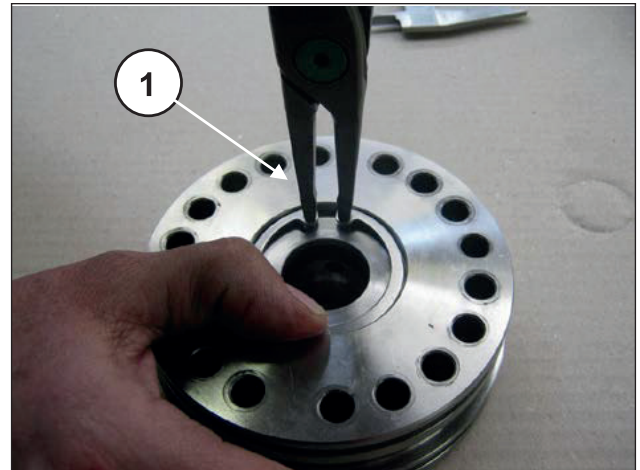
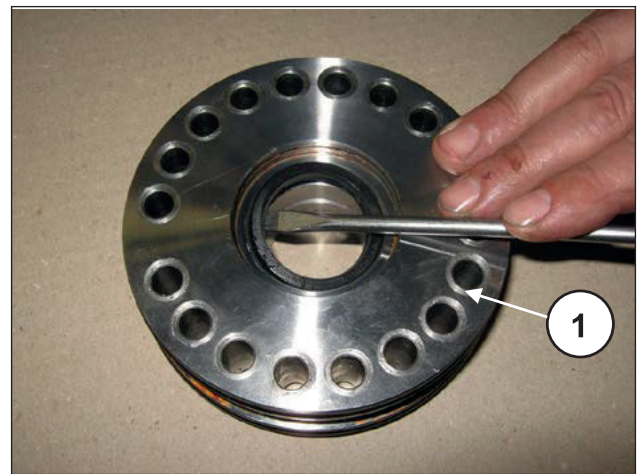

Abb. 190
Abb. 191
Entfernen Sie den Seegerring und den Stützring der Dichtungen (Pos. ①, Abb. 190) vom ND-Dichtungshalter und entnehmen Sie die ND-Dichtung (Niederdruck) mit Hilfe eines Schraubendrehers (Pos. ①, Abb. 191).